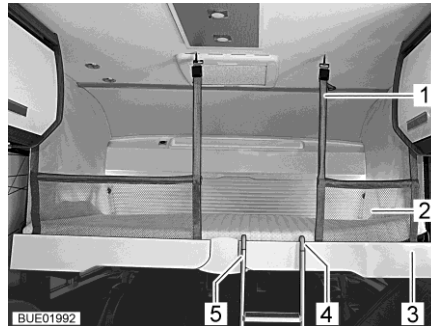

Fig. 140 Cama elevada con red de seguridad tendida
Si hay una red de seguridad (Fig. 140,2), esta se encuentra junto con los cinturones de retención en la cama elevada, debajo del colchón. Apenas extender la red de seguridad cuando las personas ya se encuentren en la cama elevada.
- Enganchar los cinturones de retención (Fig. 140,1) en los ganchos del techo.